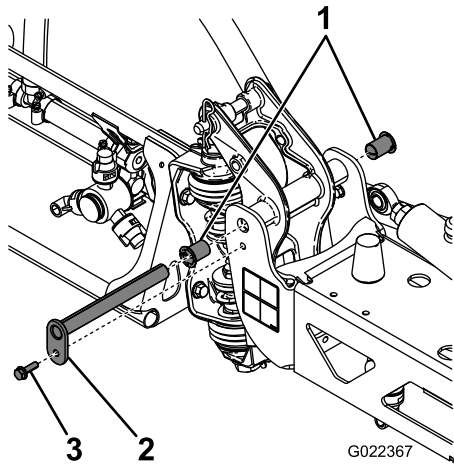

图62
3. 支撑住喷洒臂的重量，然后拆下将枢轴销紧固到喷洒臂组件的螺栓和螺母（图62）。
4. 卸下固定枢轴销的螺栓和螺母，然后取下枢轴销（图62）。
6. 从枢轴支架的前后侧拆下尼龙轴套并进行检查（图62）。
7. 在尼龙轴套上涂上少量的机油，然后将轴套装回到枢轴支架上（图62）。
8. 将喷洒臂和枢轴支架装回中心机架上，与孔对齐（图62）。